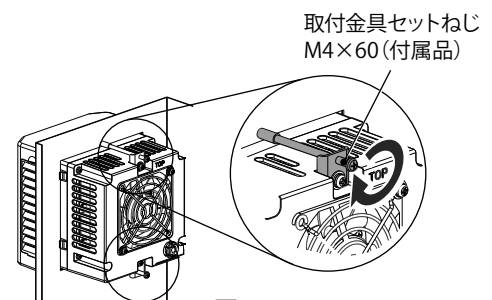

図5
3. 取付金具セットねじM4×60を締め付けてください。(図5)